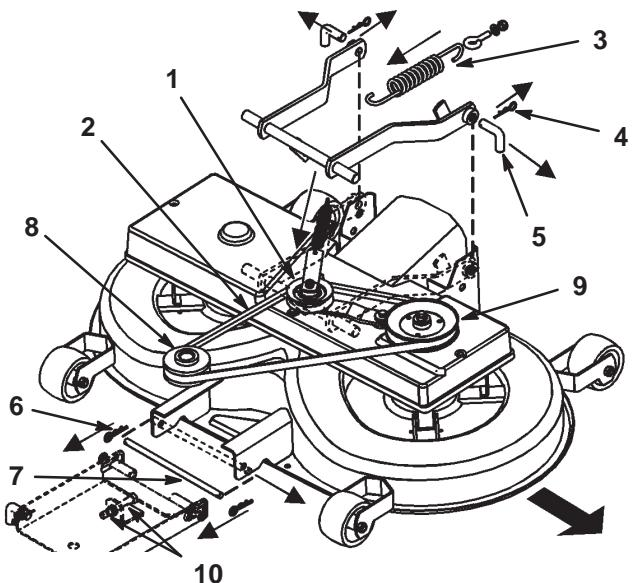

Figure 39
- Tirez l'ensemble bras de tension vers l'intérieur et ôtez la courroie trapézoïdale de la poulie (Fig. 39).
- Décrochez le ressort du levier d'engagement (Fig. 39).
- Retirez les goupilles fendues des 2 goupilles arrière et déposez ces dernières (Fig. 39).
- Retirez la goupille fendue de la goupille avant et déposez cette dernière (Fig. 39).
- Enlevez la courroie trapézoïdale de la poulie du moteur (Fig. 39).
2. Enlevez l'ensemble poulie à courroie trapézoïdale et bras de tension (Fig. 39).
7. Placez la goupille inférieure de la suspension de réglage avant dans la position inférieure des fentes, en réglant les 2 écrous (M12) sur la suspension avant (Fig. 39).